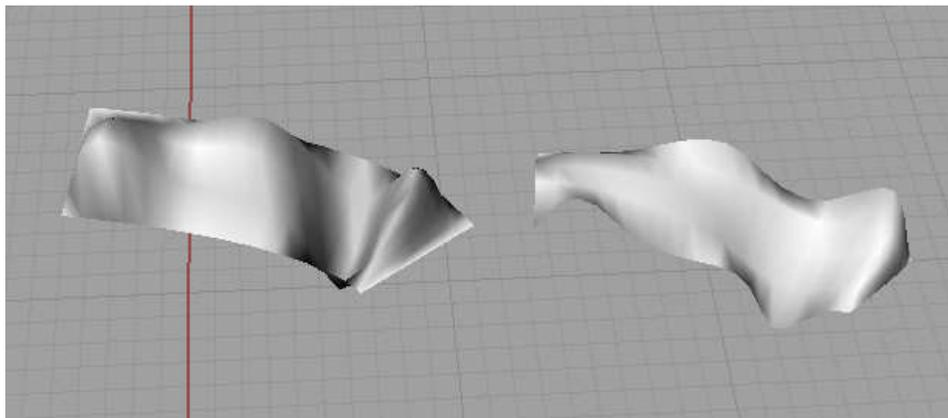

图 8.42
④ 平滑  (smooth): 用于平滑物体, 使曲面在 X、Y、Z 方向上的扭曲变形都同时减轻, 如图 8.42 右为平滑之后的曲面。